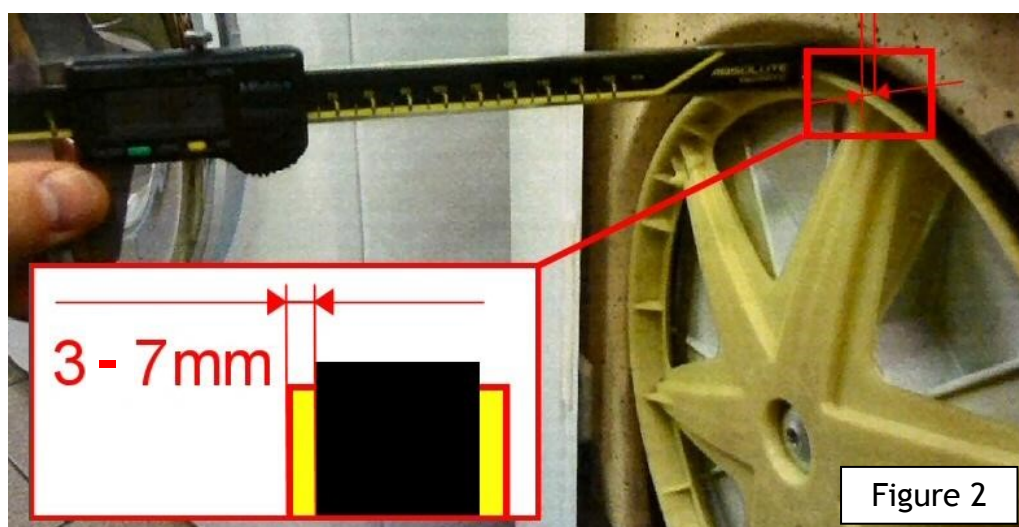

Figure 2
- B) Positionner ensuite la courroie sur la poulie du tambour et faire tourner le tambour plusieurs fois à la main pour positionner correctement la courroie sur la poulie. Mesurer ensuite la distance entre le bord extérieur de la courroie et celui de la poulie du tambour : la cote doit être comprise entre 3 et 7 mm (tel qu'indiqué sur la figure 2). Si la cote est inférieure à 3 mm, placer la courroie dans une gorge de la poulie moteur plus à l'intérieur. A l'inverse, si la cote est supérieure à 7 mm, déplacer la courroie vers l'extérieur, en utilisant à cet effet la gorge (A) non utilisée au préalable.